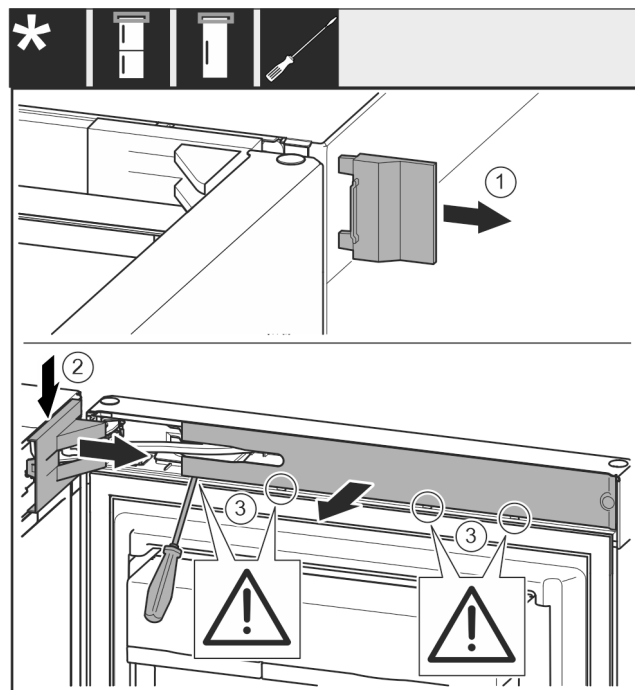

Fig. 8
- ▶ Skinite poklopac Fig. 8 (1).
- ▶ Podignite i otpustite pokrov podloška ležaja Fig. 8 (2).
- ▶ Skinite pokrov podloška ležaja Fig. 8 (2).
- ▶ Odvijačem s ravnom glavom odvojite masku Fig. 8 (3) i zakrenite je na stranu.